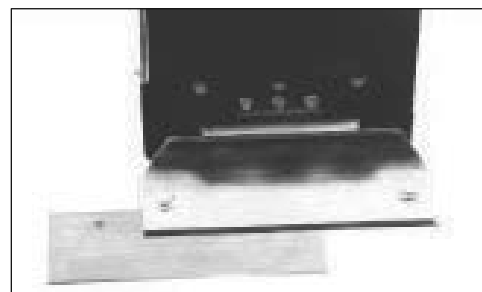

FIG. 4
- Les lames peuvent être décalées dans la tête de coupe pour faciliter l'accès aux plinthes ou pour le retrait le long du mur (Figure 4).